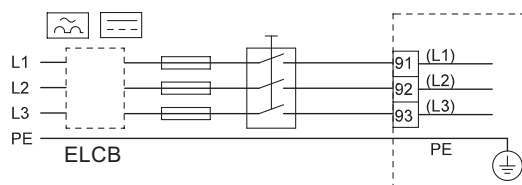

Рис. 6 Пример подключения CUE к трёхфазной сети с сетевым выключателем, плавкими предохранителями и дополнительной защитой
- По возможности оставляйте экран как можно ближе к соединительным клеммам. См. рис. 6.